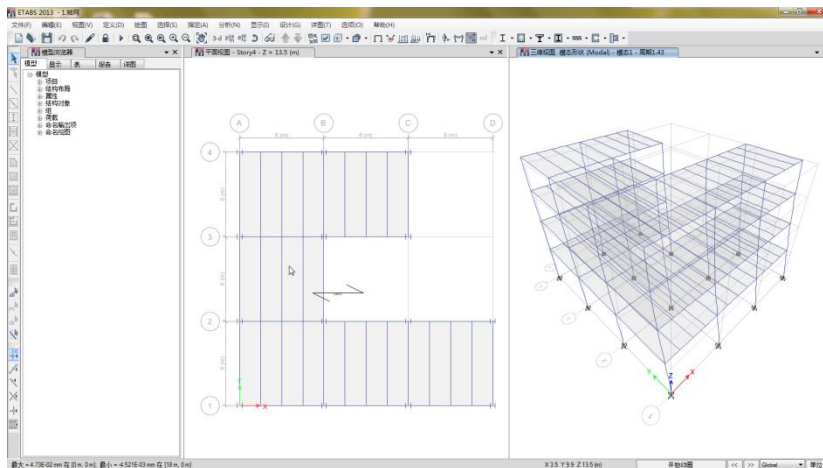

图 7-5 振型图
- 3) 点击**确定**按钮, 可生成如图 7-5 所示的振型图。